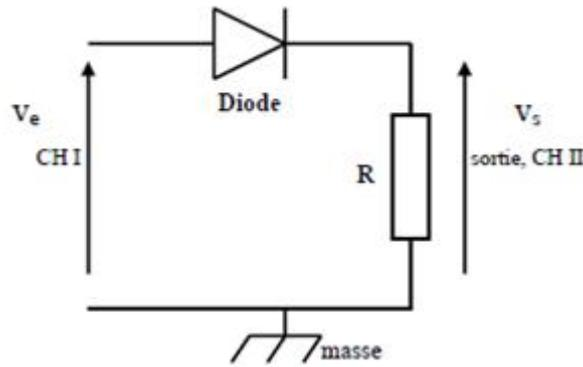

Figure 1
- Vérifier que la sensibilité soit bien en position calibrée (LED VAR éteinte). Ajustez le bouton de la base du temps sur 0,2 ms/div pour visualiser 2 périodes ($f=1\text{kHz}$, $T=1\text{ms}$) de votre signal et mettez le bouton de synchronisation « NM/AT », sur la position automatique (AT).
- Câblez le circuit de la figure 1 sur votre plaque. La diode est de référence 1N4148 et la résistance est $R=1\text{k}\Omega$. (voir code de couleurs).